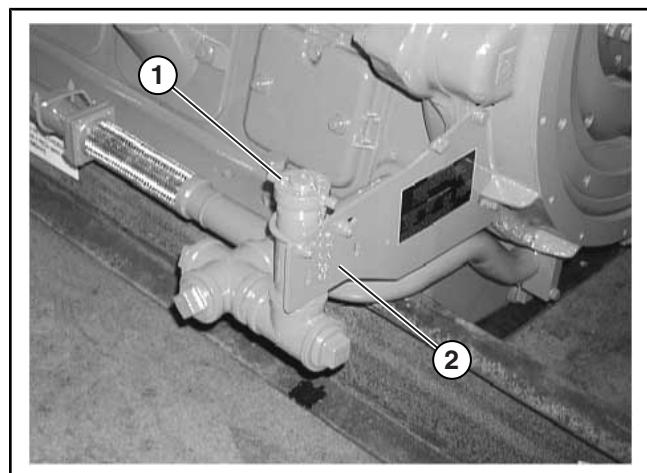

Рисунок 8.05-1: Маслозаливная горловина
- Снимите крышку маслозаливной горловины, расположенной слева внизу в задней части двигателя (см. Рисунок 8.05-1).